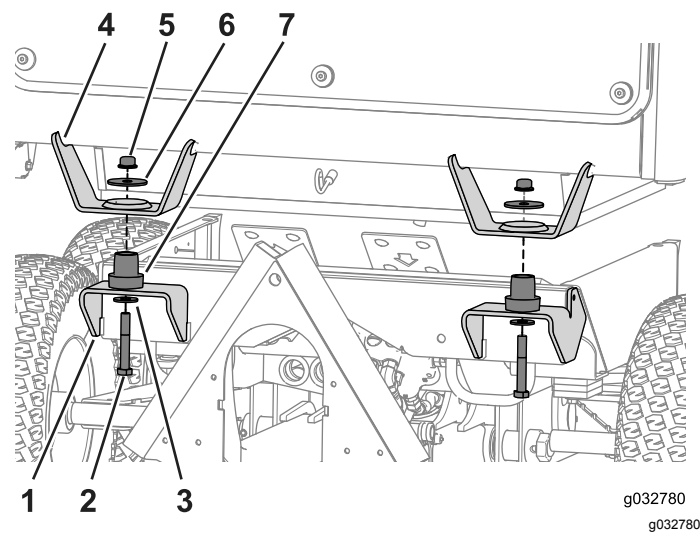

Figure 65
- 2. Abaissez la cabine sur la machine en alignant les 2 trous de boulon sur les supports avant (Figure 65).
3. Insérez un support élastique dans chaque emplacement de montage (Figure 65).
4. Fixez la cabine sur la machine à l'aide du boulon ($\frac{1}{2}$ " x $3\frac{1}{4}$ "), de la grande rondelle et de l'écrou à embase (Figure 65).